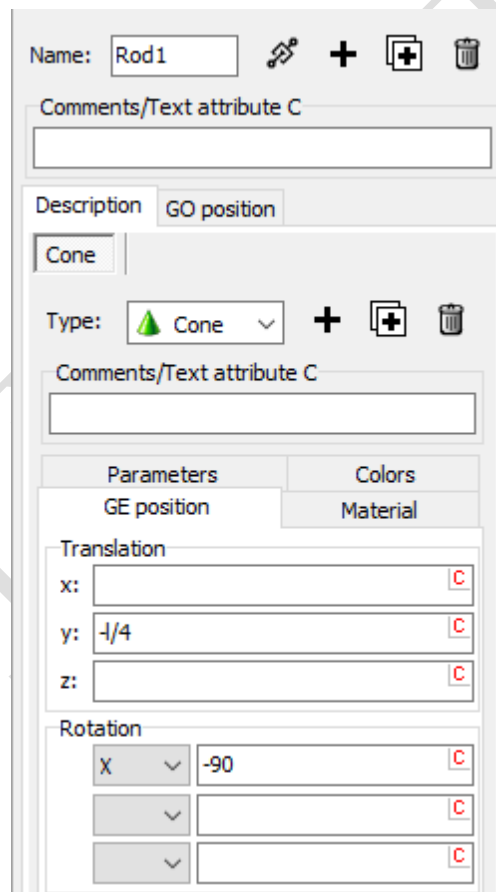

图 3.2 设置 Rod1 的位置和方向
3. 在 **GE Position** 页面设置移动距离：**Translation | Y** 为-1/4，转动角度：**Rotational | X** 为-90，如图 3.2 所示。